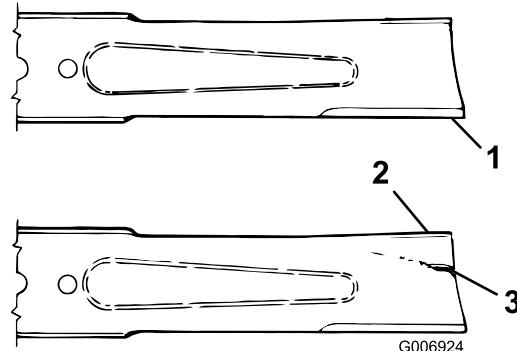

Figura 33
2. Inspeccione los filos de corte (Figura 33). Si los bordes no están afilados o tienen mellas, retire las cuchillas y afílelas; consulte Cómo afilar las cuchillas.
3. Inspeccione las cuchillas, especialmente la parte curva (Figura 33). Si observa daños, desgaste o la
formación de una ranura en esta zona (Figura 33), instale inmediatamente una cuchilla nueva.